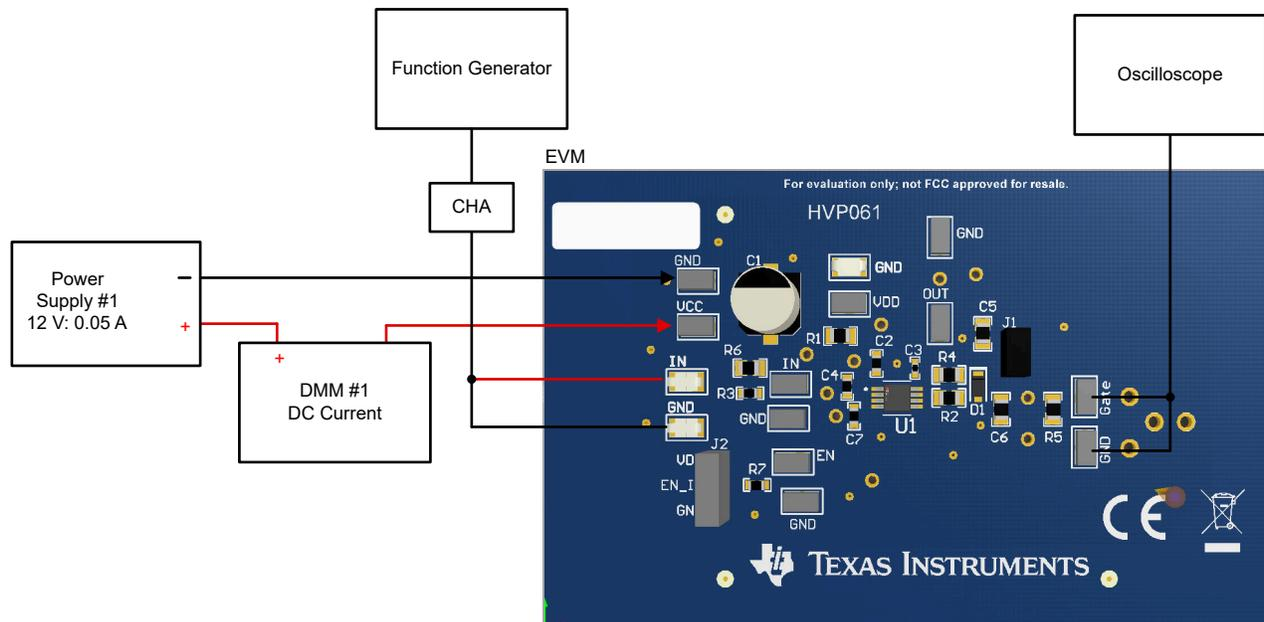

图 3-1. 工作台设置图和配置
该过程详细说明了如何配置 UCC27332Q1EVM 评估板。该测试过程中遵循了以下命名约定。有关详细信息，请参阅 UCC27332Q1EVM 工作台设置图和配置 \(图 3-1\)。
使用以下连接过程，请参阅图 3-1。
请参阅图 3.1。
- 电源 #1：正节点连接至 DMM #1 的输入，DMM #1 的输出连接至标有 VCC 的测试点，电源 #1 的负节点直接连接至标有 GND 的测试点；如图 3-1 所示。
- 将示波器 Ch-1 探头连接到标记为 Gate 和 GND 的测试点，优选较小的测量环路；如图 3-1 所示。
1. 在开始上电测试过程之前，请验证图 3-1 中的连接。